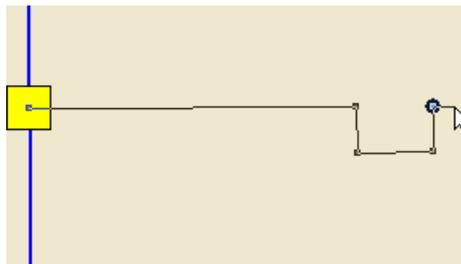

Рисунок 5.9. Изображение точек перелома
2. Щелкнуть левой кнопкой мыши для установки точки перелома и можно дальше продолжать ввод. см. Рисунок 5.9, «Изображение точек перелома»